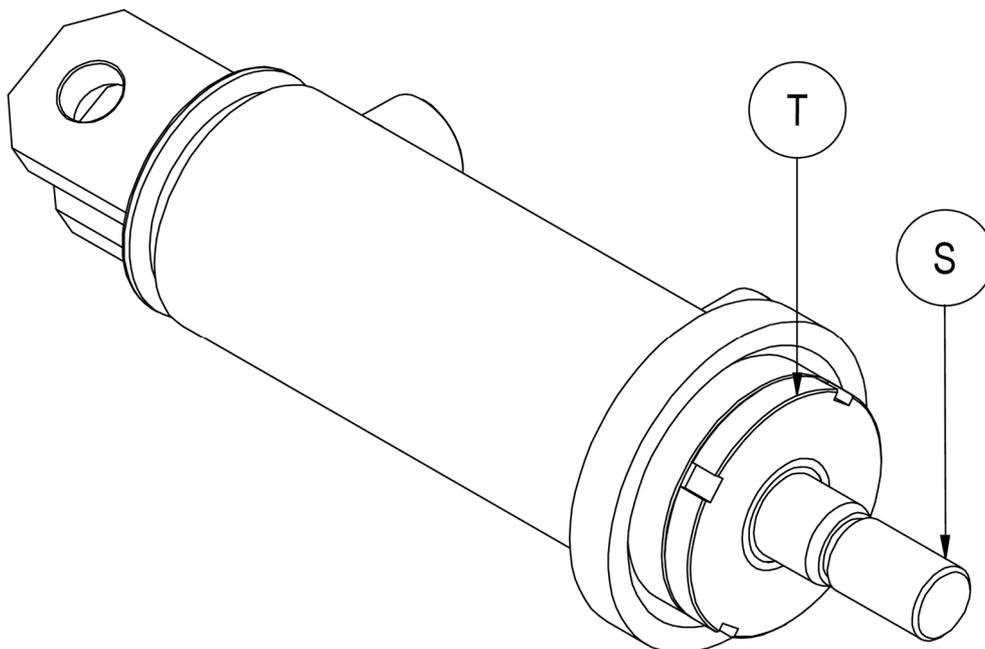

Figure 15
8. Prendre comme référence la *Figure 15*.